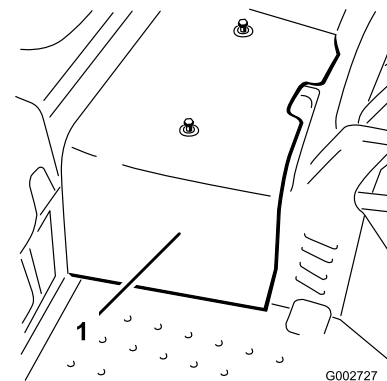

Figura 41
2. Togliete le due viti che fissano la protezione centrale alla macchina, e togliete la protezione (Figura 41).